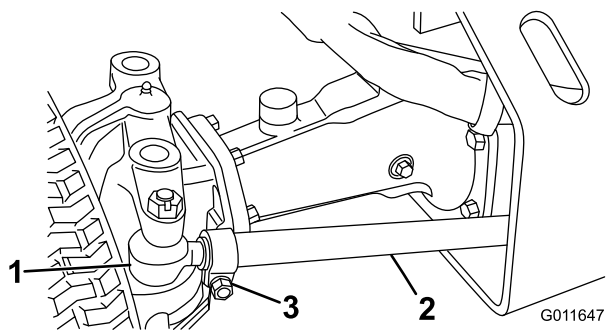

Figure 52
2. Déposez la goupille fendue et l'écrou de fixation d'une des rotules de biellette au support de montage sur le pont et dissociez la rotule du pont (Figure 52).
3. Desserrez la vis sur la fixation de la biellette (Figure 52). Tournez la rotule dans un sens ou dans l'autre pour modifier la longueur de la biellette.